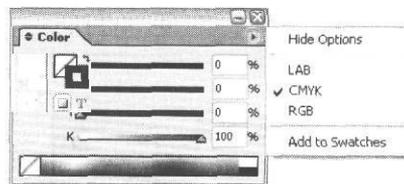

Рис. 5.58. Палитра Color
**Window → Color** (Окно → Цвет) - рис. 5.58. Для вызова палитры **Color** достаточно сделать дважды шелкнуть мышью на инструменте **Fill** (Заливка) - см. рис. 5.46. Если выбранный цвет вы собираетесь использовать неоднократно, лучше внести его в палитру **Swatches** при помощи команды **Add to Swatches** (Добавить образцы) палитры **Color**.